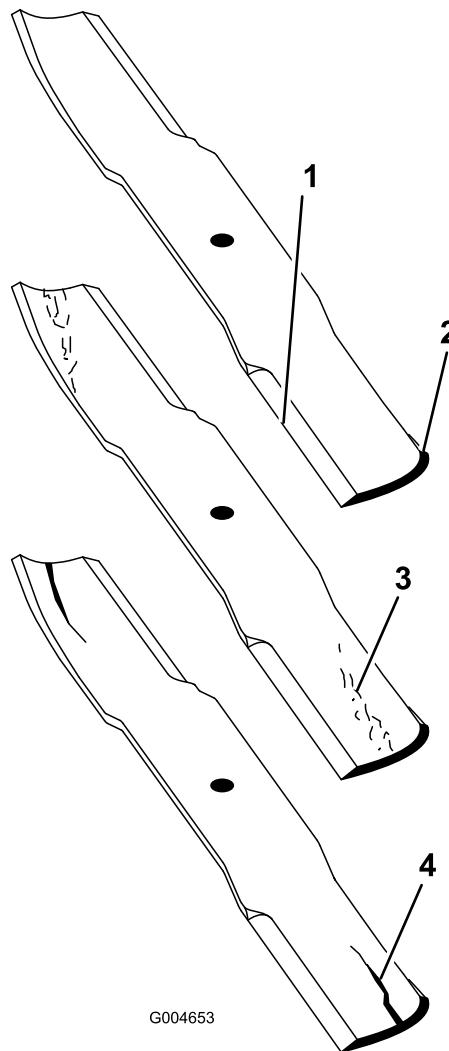

Figure 71
1. Examinez le tranchant des lames (Figure 71). Si les lames coupent mal ou présentent des indentations, déposez-les et aiguisez-les; voir Aiguisage des lames.
2. Inspectez les lames, surtout la partie relevée (Figure 71). Remplacez immédiatement toute lame endommagée, usée ou qui présente une entaille (Figure 71).